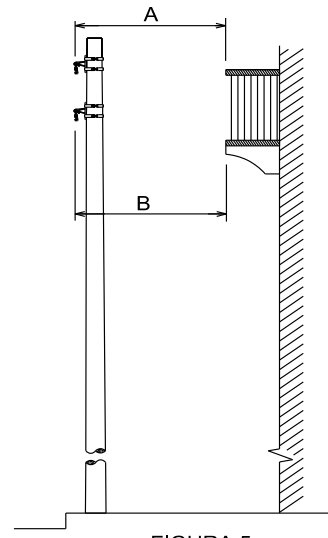

FIGURA 5
- 2) Se os afastamentos verticais das figuras 2 e 3 não puderem ser mantidos, exige-se o afastamento horizontal da figura 5
- 3) Se os afastamentos verticais excederem as dimensões das figuras 2 e 3 não se exige o afastamento horizontal da figura 5, devendo, porém, ser mantido o espaçamento da figura 4.